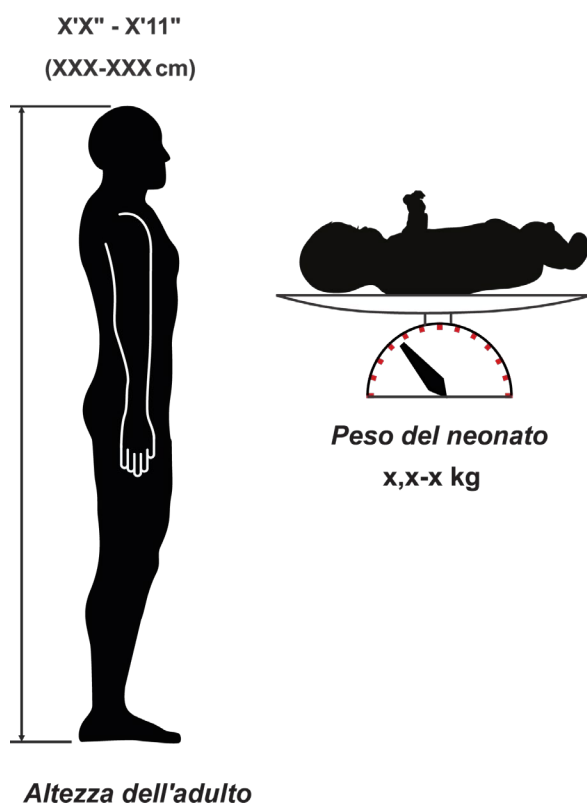

Figura 9: misure
- altezza del paziente o peso del neonato (si veda la Figura 9);